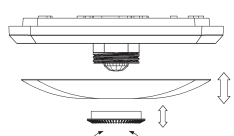

Figura 1
- Desaparafuse a porca de plástico e retire o abajur PC (consulte a figura 1).